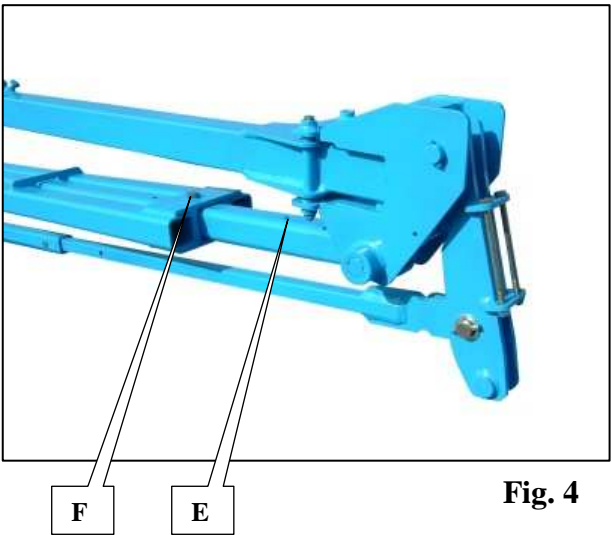

Fig. 4
- Bediening linker vorenpakker (B, fig. 4)
- Bediening rechter vorenpakker (C, fig. 4)
Montage 12 rangs à 70 et 75cm (E fig. 4).
Montage 12 rangs à 80cm (F fig. 4).